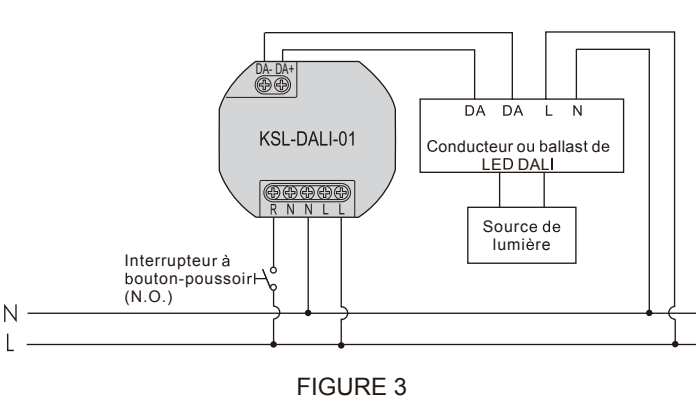
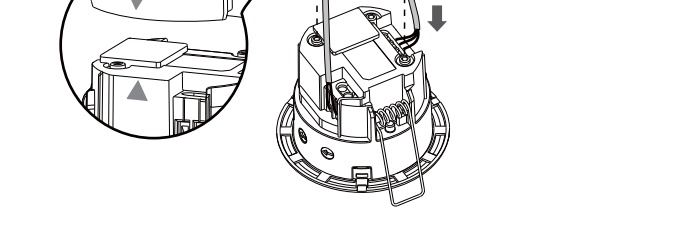

FIGURE 3
FIGURE 5
Il est possible d'installer un interrupteur à bouton-poussoir externe (type N.O.) entre les bornes R et L (voir câblage au FIGURE 3) afin d'éteindre, allumer manuellement la lumière et atténuer la lumière. Dans toutes les situations, en appuyant brièvement (< 2 secs) sur l'interrupteur à bouton-poussoir, la charge sera activée ou désactivée (activé → désactivé / désactivé → activé). Sous le statut de lumière activée, en appuyant longuement (≥ 2 secs) l'interrupteur à bouton-poussoir, on peut réduire la luminosité de la charge. La gradation ne peut être effectuée que dans un sens, c'est-à-dire qu'elle ne peut être atténuée qu'au plus clair ou au plus sombre. La gradation du cycle est impossible, et une fois que la lumière est atténuée à la valeur max. ou min., la LED rouge intégrée restera allumée pendant 5 secs à titre indicatif. Relevez l'interrupteur à bouton-poussoir lorsque la luminosité de l'éclairage satisfait à votre exigence.
3.3 Câblage (voir FIGURE 3)
3.4.1.3 Brisez le joint en caoutchouc, puis y faites passer les câbles (voir FIGURE 5)
3.4.1.4 Veuillez vous référer à l'illustration de la FIGURE 3 pour le câblage correct et obtenir "▼" symbole du capuchon du boîtier d'alimentation est aligné avec le symbole "▲" du boîtier (voir FIGURE 5), puis vissez fermement le capuchon de la boîte d'alimentation.